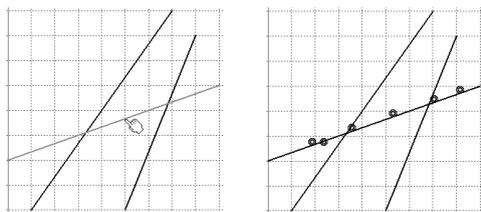

图 5-24
- 断开并保留 : 此方式仅会打开所选图元，保留所有断开的图元，如图 5-24 所示。